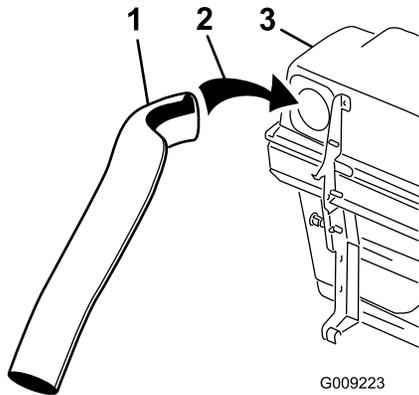
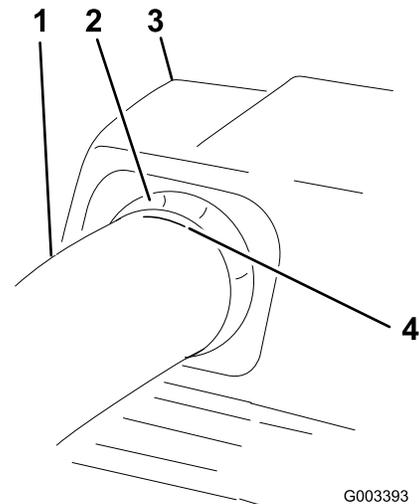

Figura 22
Figura 24
- Instale o tubo superior na abertura do depósito de recolha de relva e puxe-o para trás de forma a que o vedante de borracha saia de (Figura 22 e Figura 24).
correta do tubo superior quando perfurar os orifícios e ligar os tubos superior e inferior (Figura 24).